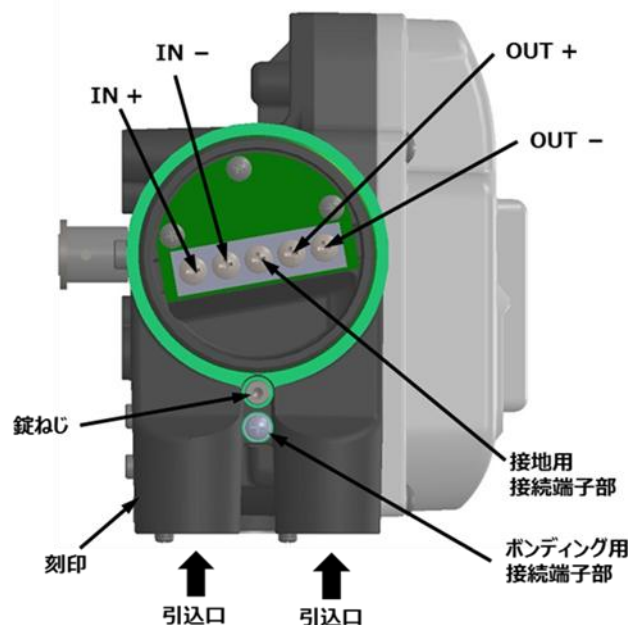

図 1.4a 引込口と接続端子部
5. 図 1.4a に示すように、接地用又はボンディング用導線の 2 つの接続端子部を使用することができます。接地用接続端子とボンディング用接続端子は電氣的に等価です。設置環境や適用する法令に従って配線を行ってください。